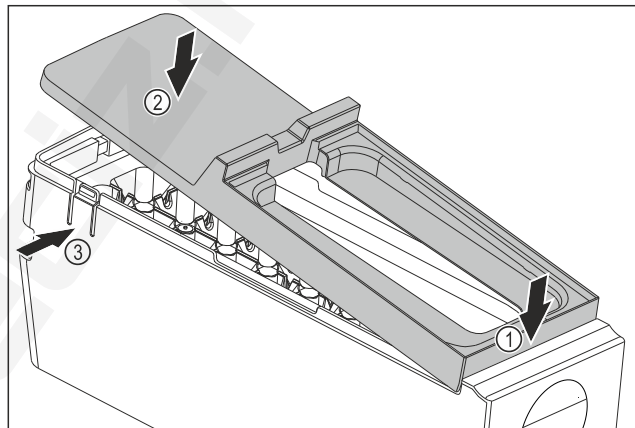

Fig. 115
- ▶ Szerelje fel az EasyTwist-Ice egység testének fedelét: Tegye fel előre a fedelet Fig. 115 (1)
- ▶ Süllyessze le hátul a fedelet Fig. 115 (2)
- ▷ A fedél hallhatóan bepattan mindkét fülbe Fig. 115 (3).